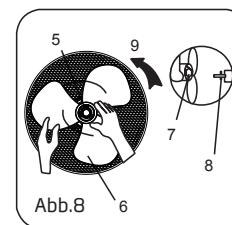

Abb.8
2. Setzen Sie das Blatt in die Welle ein und vergewissern Sie sich, dass der Stift der Rotorwelle in der Nut des Blattes sitzt. Drehen Sie den Spinner gegen den Uhrzeigersinn, um die Klinge anzuziehen. (Abb. 8)